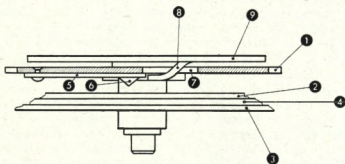

Fig. 38
La figure 38 représente le dispositif après arrêt de la sonnerie. La roue des heures (9) continuant de tourner, le bossage (8) a échappé à l'extrémité de la lame (5). Le plot (6) a repris sa place initiale et ne touche plus à la plaquette (2). Le courant ne passe plus dans la sonnette. Le dépassement de la lame (5) dans l'encoche (7) est tel que la durée totale de la sonnerie oscille entre 4 et 5 minutes. Cette précaution a pour but de limiter la consommation de courant au cas où l'utilisateur laisserait fonctionner la sonnerie sans utiliser le bouton d'interruption.
Lorsque la sonnerie se déclenche, le courant passe dans la bobine et l'armature (13) est attirée par la masse (12). Le marteau frappe sur la clochette mais les plots (16 et 17) s'écartent et le courant est coupé. Sous l'action du ressort (18) l'armature reprend sa place initiale, le courant se rétablit et l'armature est de nouveau attirée. Il s'ensuit un mouvement de vibration qui ne s'interrompt que lorsque l'utilisateur appuie sur le bouton d'arrêt ou que la came de déclenchement coupe le courant (figure 38). Le bouton d'arrêt de sonnerie agit sur la lame ressort (19) qui amène le courant de la plaque porte-mouvement à la sonnette. Lorsqu'on appuie sur le bouton, la lame s'écarte de la plaque et le courant est coupé dans la sonnette. Si on relève le bouton en appuyant sur la partie arrière, le circuit se rétablit et la sonnette est prête à fonctionner dès que le déclenchement se produit.